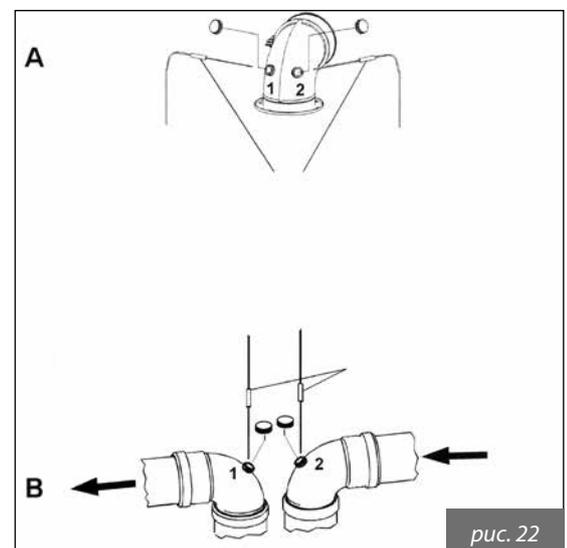

рис. 22
- Измерить температуру воздуха для горения через отверстие 2 (см. рис. 22А).
- Измерить температуру отходящих газов и содержание CO_2 через отверстие 1 (см. рис. 22А).
- Измерить температуру воздуха для горения через отверстие 2 (см. рис. 22В).
- Измерить температуру отходящих газов и содержание CO_2 через отверстие 1 (см. рис. 22В).